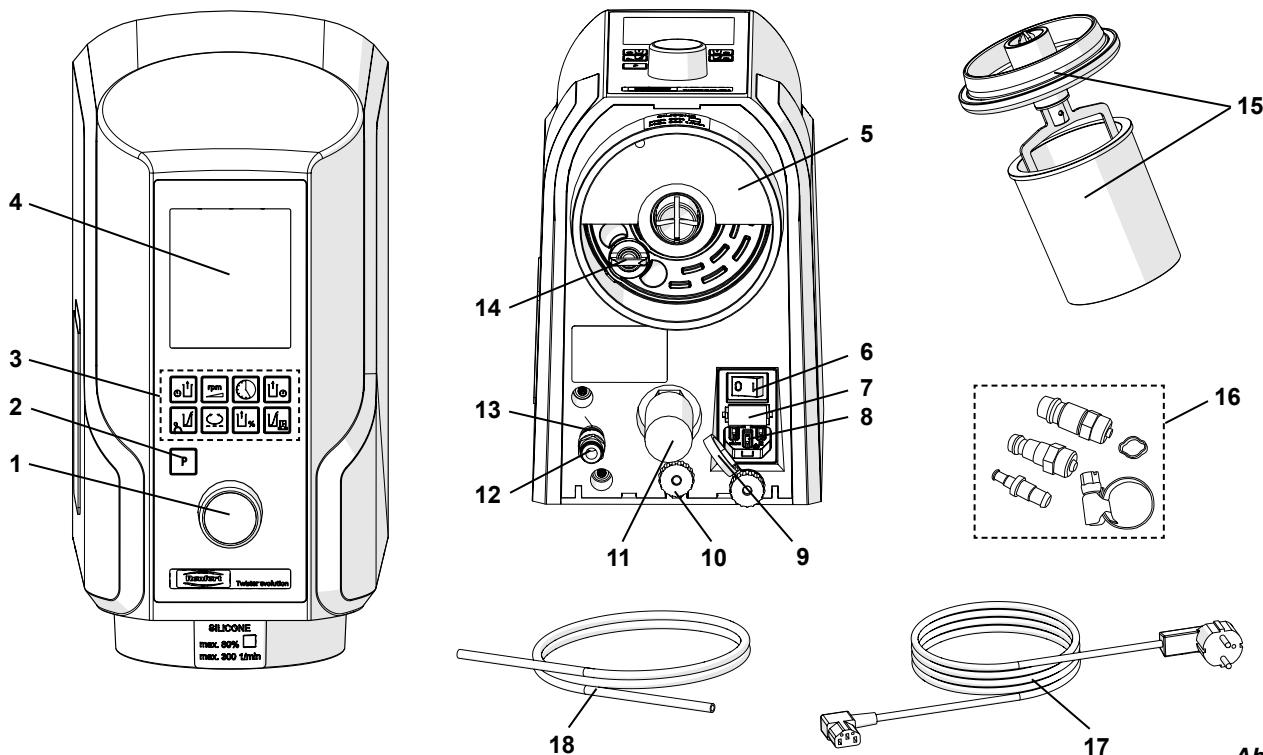

Abb. 1
- ⇒ Druckluftschlauch (18) bis zum Anschlag in Schlauchanschluss des Druckluftanschlusses (12) einstecken. Dabei ist ein leichter Widerstand spürbar zu überwinden.
- ⇒ Zum Anschluss an das Druckluftnetz die passende Schlauchkupplung aus beiliegendem Set (16, Abb. 1) auswählen und am Schlauchende anbringen.